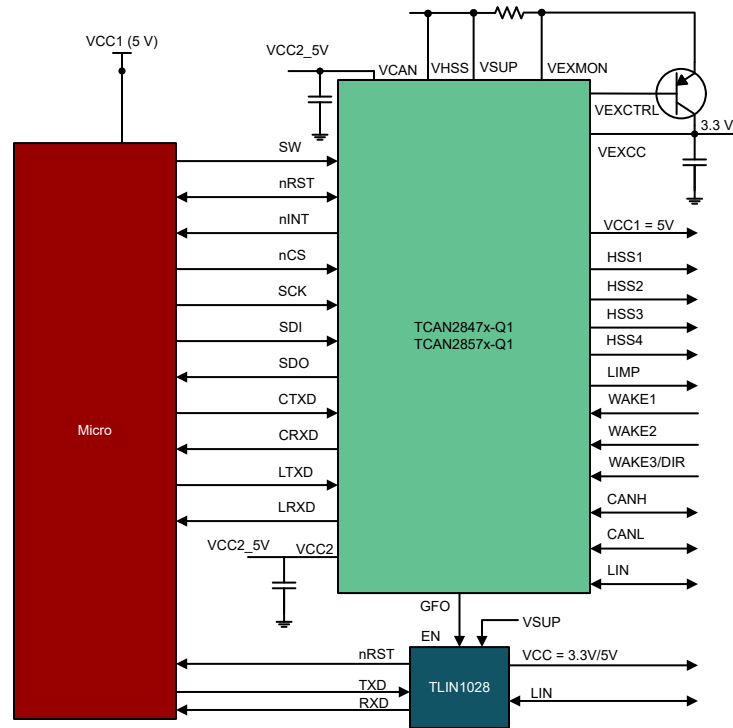

图 10-5. 使用 LIN SBC 进行通道扩展
- 可以通过使用 TCAN2847x-Q1 和 TLIN1028x 实现带 LIN 收发器的第二个 SBC，请参阅图 10-5